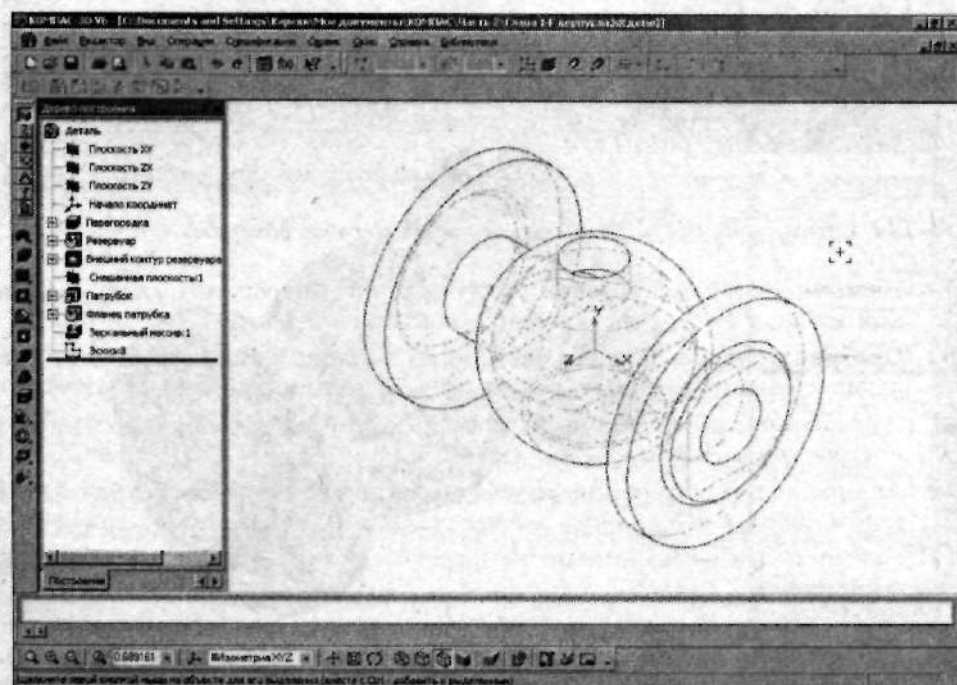

Рис. 2.143. Корпус в режиме отображения Невидимые линии тонкие
4. На инструментальной панели Вид из выпадающего меню Текущая ориентация выберите #Изометрия XYZ, а также перейдите в режим отображения детали Невидимые линии тонкие, щелкнув по кнопке  (Невидимые линии тонкие) — рис. 2.143.